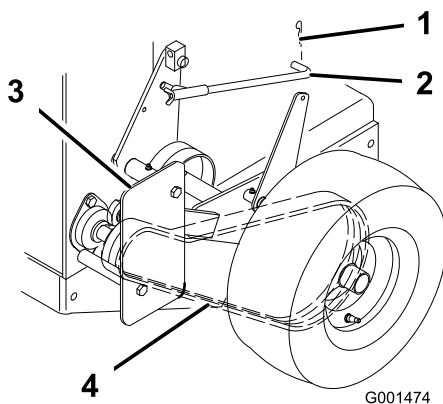

Figura 40
1. Retire el pasador de horquilla que sujeta la varilla del freno al brazo del freno para aliviar la tensión del tensor de la correa (Figura 40).
2. Retire el perno inferior y afloje el perno superior del protector para poder girarlo y facilitar el acceso a la correa (Figura 40).
3. Eleve la correa, desacópela de la polea tensora y retírela de la polea de transmisión (Figura 40).
6. Sujete el protector con el perno que retiró anteriormente y apriete los pernos (Figura 40).
7. Sujete la varilla del freno al brazo del freno con el pasador de horquilla (Figura 40).